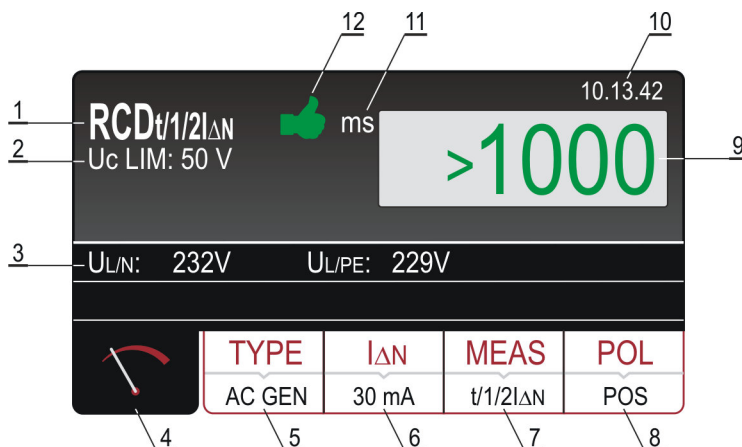

Abb. 17: Bildschirmseite der RCD Testergebnisse
- 9) Das Testergebnis wird in grün angezeigt, vom grünen Symbol und einem kurzen Signalton begleitet, wenn es niedriger als der Grenzwert ist; Siehe Tabelle der erlaubten Auslösezeiten unten. Wenn das Ergebnis höher als der Grenzwert ist, wird es in rot angezeigt, vom roten Symbol und einem längeren Signalton begleitet. Die Abbildung 17 zeigt ein Beispiel der Bildschirmseite mit den Messergebnissen.